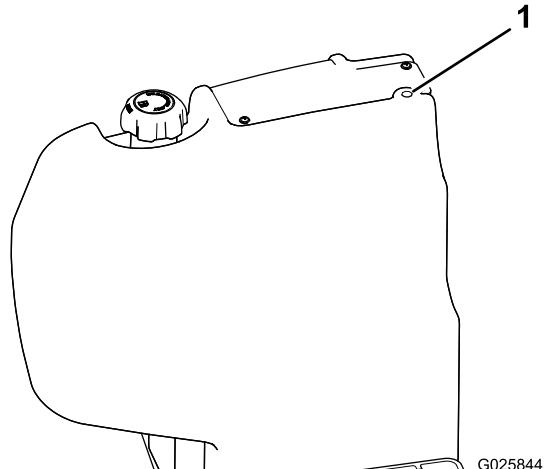

Figure 1
- Localisez le bossage de ventilation au sommet du réservoir de carburant (Figure 1). Percez un trou de 17/32 pouce de diamètre au centre du bossage.